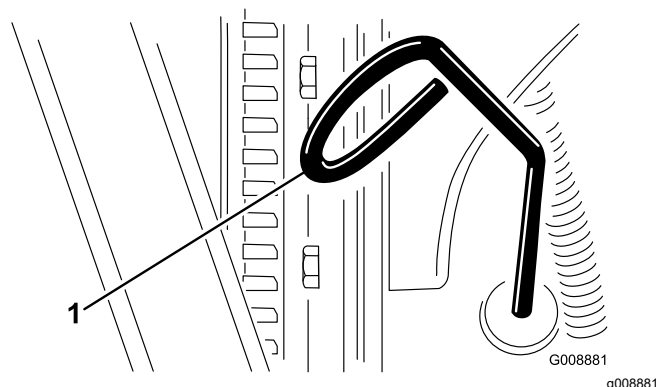

Figura 28
2. Togliete l'asta di livello ed asciugatela con un panno pulito (Figura 28).